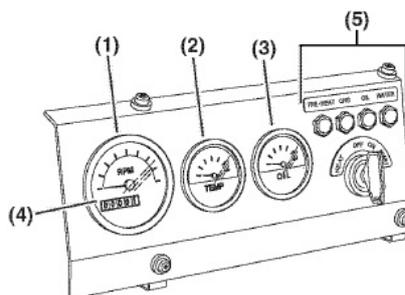

Abb. 22: Instrumente (nur für Veranschaulichung)
- a) dass die Motordrehzahl (Abb. 22, Pos. 1), Motoröldruck (Abb. 22, Pos. 3) und Kühlmitteltemperatur (Abb. 22, Pos. 3) innerhalb der normalen Grenzwerte liegt.
- b) dass die Betriebsstundenanzeige (Abb. 22, Pos. 4) die gesamte Wert von Betriebsstunden zeigt. Das ist hilfreich für die Planung turnusmäßiger Wartungsarbeiten.
Schritt 3: Nachdem der Motor die Betriebstemperatur erreicht, sollte keine der Kontrollanzeigen (Abb. 22, Pos. 5) leuchten. Falls eine Anzeige der Anzeige leuchtet, den Motor abschalten und die notwendige Reparaturen ausführen lassen.